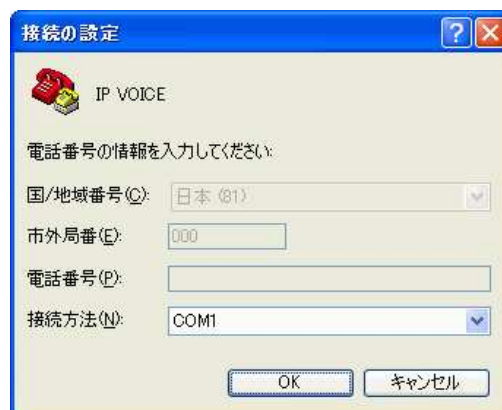

図 9.7
c) 次に「接続方法」を「COM1」に設定し、「OK」ボタンを押します。(図 9.7)